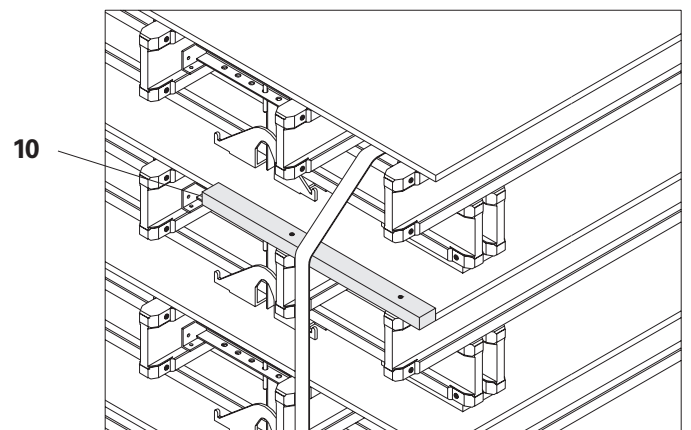

Abb. 2
- Kantenschutz **10**, z.B. Kantholz 40 x 60 x 800 mm, auf die Überstände der Querträger montieren. Abb.2